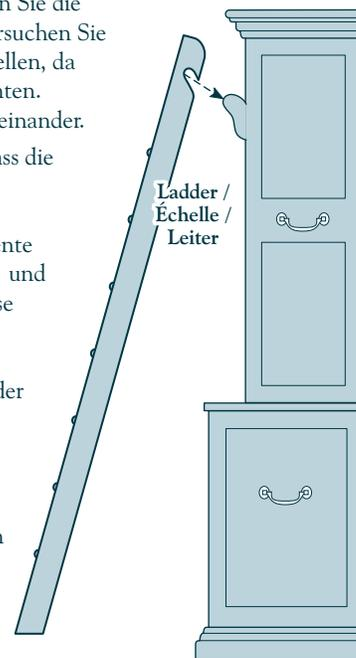

fig. 3 / Bild 3
7. Hook upper ladder over pole. (fig. 3)
7. Accrochez le haut de l'échelle à la barre. (fig. 3)
7. Heben Sie die Leiter über die Stange und lassen Sie sie von oben einrasten. (Bild 3)